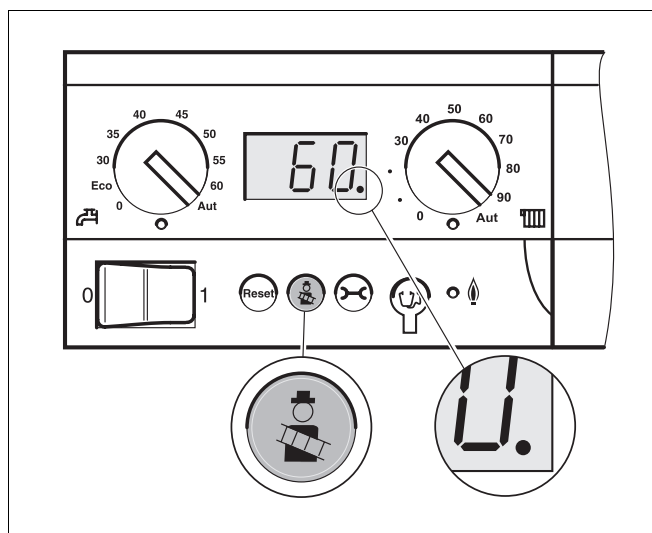

Рис. 19 Главный регулятор Logamatic BC10
- Вызвать тест дымовых газов на главном регуляторе Logamatic BC10, для этого удерживать нажатой кнопку "Тест дымовых газов" до появления десятичной точки на индикации состояния (рис. 19). Горелка включается.